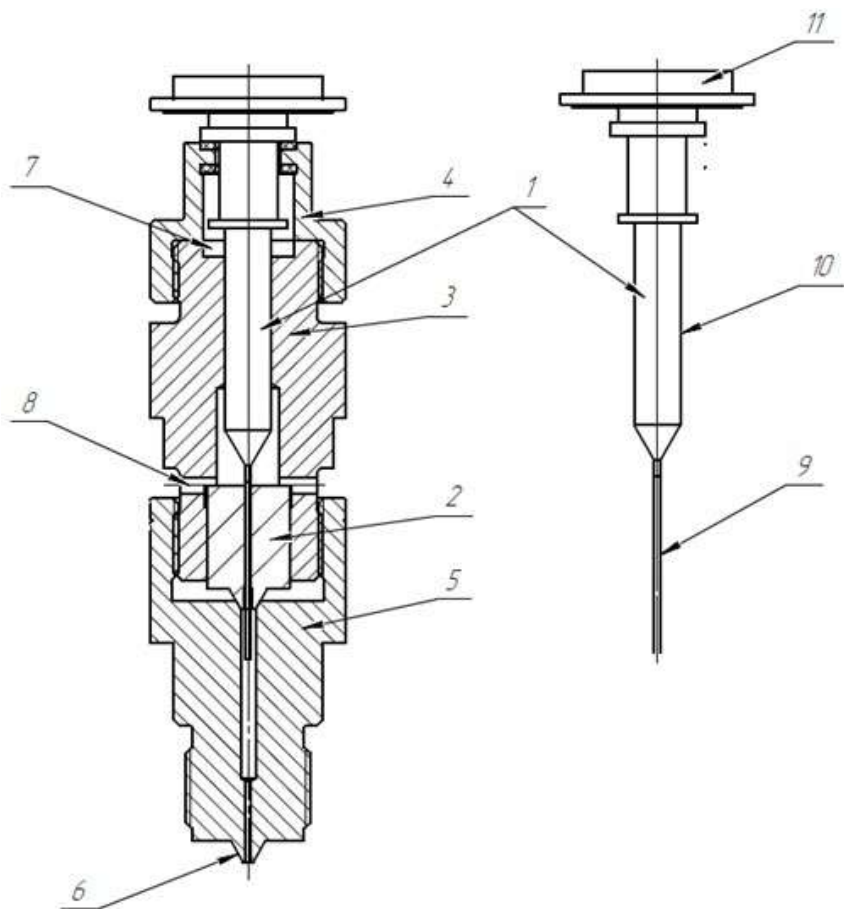

Рисунок 1.8 — ИПС
2.2.3.4 При необходимости открутите переходник 5 (Рисунок 1.8) от корпуса 3 и извлеките цилиндр 2. Без надобности эту разборку не производить во избежание нарушения герметичности конусного уплотнения. При сборке необходимо совместить риску, нанесенную на нижнюю торцевую поверхность цилиндра 2, с риской, нанесенной на нижнюю торцевую поверхность корпуса 3.
2.2.11.1 Смажьте измерительную часть поршня 9 (рисунок 1.8) рабочей жидкостью, технологическую часть 10 трансформаторным маслом (ГОСТ 982-80, ГОСТ 10121-76, ТУ 38.1011025-85 с изм. 1-5, ВГ ТУ 38.401-58-177-96 (с изм. 1-5)).
2.2.14 Отрегулируйте вертикальное положение стойки 4 с установленной на неё ИПС. Поместите ПКВ (уровень) на грузоприёмное устройство ИПС 11 (рисунок 1.8). Далее с помощью подкручивания регулируемых опор 11 отрегулируйте вертикальное положение ИПС.